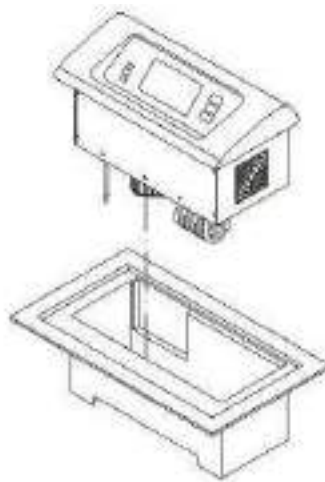

Figura 257 – Tanque desinfecção
7. Em seguida, mergulhe a parte traseira do módulo no tanque, conforme indicado na figura 257, deixando-o nessa condição por 10 minutos.